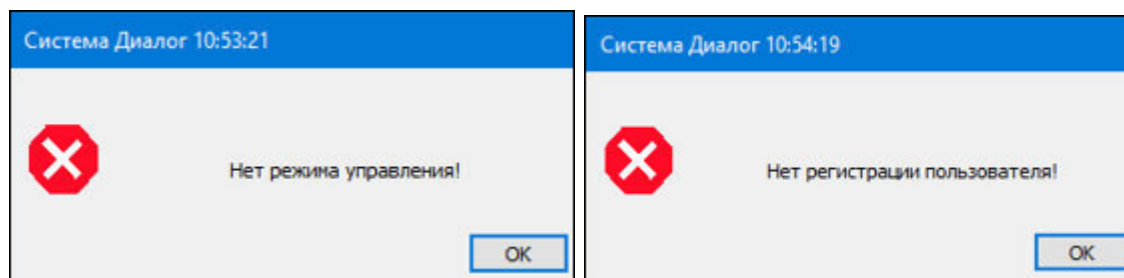

Рис. 3.50 Сообщение о невыполнении условий отправки ТУ
5. При обнаружении неисправностей устройств ЭЦ и автоблокировки (Рис. 3.50).